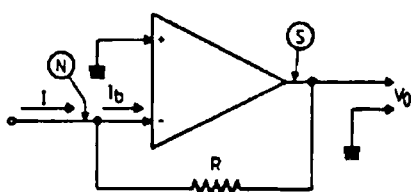

Fig. 46. - Pour remplacer le galvanomètre « idéal » G de la figure 45, on utilise un amplificateur opérationnel en convertisseur courant-tension.
Il reste encore à mesurer l'intensité qui va dans la ligne L_2 vers la masse, en utilisant un « ampèremètre de résistance nulle » (comme ce serait beau si un tel appareil existait !). Il existe cependant une solution très élégante, celle qui consiste à utiliser un amplificateur opérationnel en « convertisseur courant-tension », comme le montre la figure 46. On voit que ledit amplificateur est monté avec son entrée « + » (entrée à gain positif, ou « entrée non-inverseuse ») connectée à la masse.
Donc, nous relierons la ligne L_2 de la figure 45 au point (N) de la figure 46, et tout se passera comme si L_2 était connectée à la masse. La tension de sortie V_0 sera proportionnelle à i , donc au nombre N dont les différents chiffres commandent les commutateurs K.